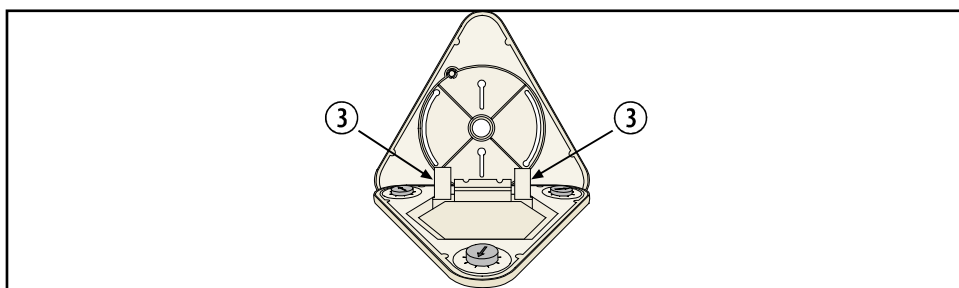

Рис. 3.2. Фиксаторы для снятия крышки
- При необходимости можно отсоединить основание от крышки, для чего следует нажать два фиксатора крышки и, не отпуская их, отделить основание от крышки. См. рис. 3.2. *Фиксаторы для снятия крышки.*